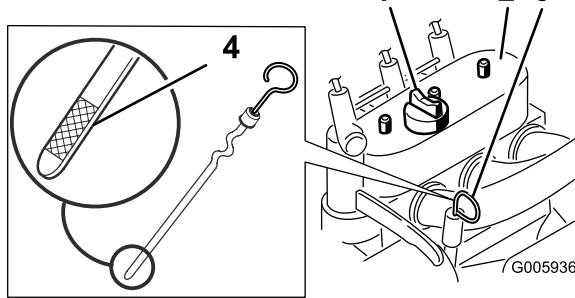

Рисунок 14
5. Вытяните масломерный щуп и вытрите металлический конец начисто (Рисунок 14).
6. Вставьте щуп в масломерную трубку до упора (Рисунок 14).
8. В случае низкого уровня масла очистите область вокруг крышки для залива масла и снимите крышку (Рисунок 14).
4. Очистите область вокруг отверстия для измерительного щупа (Рисунок 14).